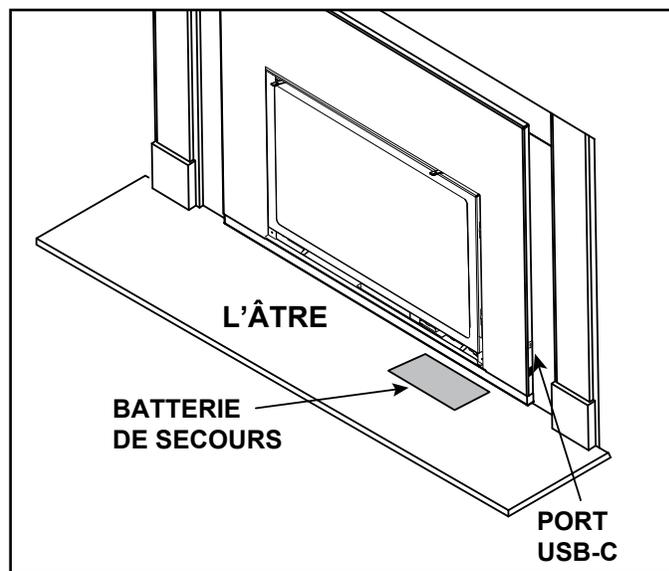

Figure 3.6
5. Localisez le connecteur USB-C sur l'appareil, comme illustré à la Figure 3.6. Retirez le bouchon en caoutchouc du port USB-C et insérez le connecteur USB-C de la source d'alimentation de secours dans le port USB-C de l'appareil. Conservez le bouchon en caoutchouc USB-C afin de pouvoir le réutiliser une fois le courant rétabli.
6. Placez la source d'alimentation de secours à distance de toute source de chaleur et surface chaude dans la mesure du possible. Une chaleur excessive réduira la durée de vie de la batterie. Voir la figure 3.6.